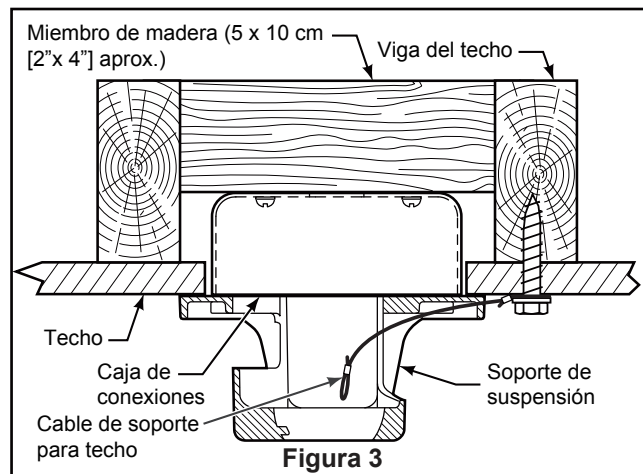

Figura 3
Uso del soporte (Figura 3)
3. Afloje los dos tornillos de fijación del soporte del barral de soporte para techo a través de la varilla. Introduzca los cables de color negro, blanco y azul cables y cable de seguridad a través de la varilla. (Figura 3)
1. Perfore un orificio de 1/4" en la estructura del edificio para evitar grietas con la instalación del tornillo de intervalo. Utilice el tornillo de intervalo de 3/8"x 2" y la arandela plana para fijar el cable de seguridad a la viga del techo o a la estructura de madera. Dicho tornillo pasará a través de arandela plana, la presilla del cable de seguridad y se fijará en la estructura del edificio. (Figura 3)
NOTA: el cable de soporte para techo no se puede asegurar solamente a la caja de conexiones; se debe asegurar directamente a la viga de techo o miembro estructural con el tornillo de cabeza cuadrada de 3/8"x2" y la arandela plana. (Figura 3)
2. Deslice el receptor en el soporte de suspensión antes de realizar el cableado como se muestra en la figura 3.
- 3. Extraiga los tres tornillos del ensamble de la placa de iluminación y guarde los tornillos para pasos posteriores. (Figura 3)